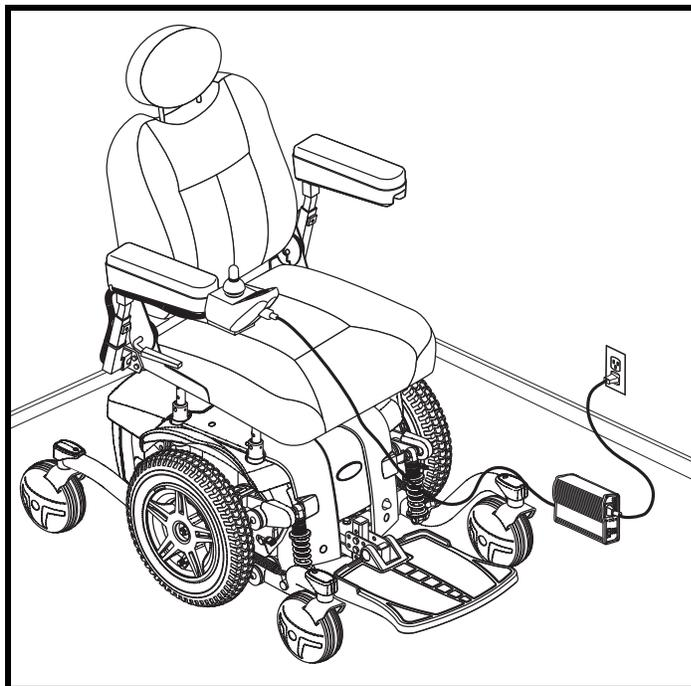

Figure 20. Recharge des batteries
3. Branchez le connecteur à 3-fiches du câble du chargeur externe dans le réceptacle de programmation/chargeur sur le contrôleur. **Voir la figure 20.**